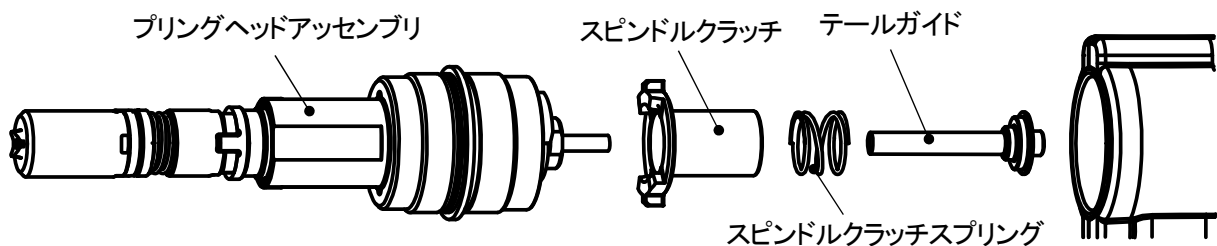

図 7-7
- ① 7-1①②の要領でアンビルアダプタを取り外してください。
- ② 24mm スパナ又はモンキーレンチを使用してプリングヘッドアセンブリを右に回し(左ねじ)て緩め、プリングヘッドアセンブリをツール本体より取り外してください。このとき外れてくる部品を(図 7-7)示します。